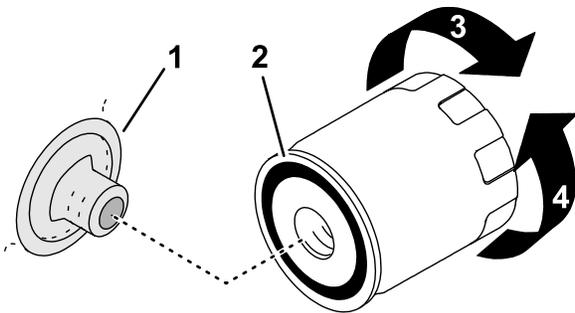

図 78
1. オイルフィルタを左に回して外す 図 78。
5. 新しいフィルタのガスケットに新しいオイルを薄く塗る 図 78。
6. ガスケットがゴム製アダプタに当たるまで手で回してフィルタを取り付け、そこから更に 1/2 回転増し締めする 図 78。
1. 点火プラグ2本を取り付けてトルク締めする 図 78。